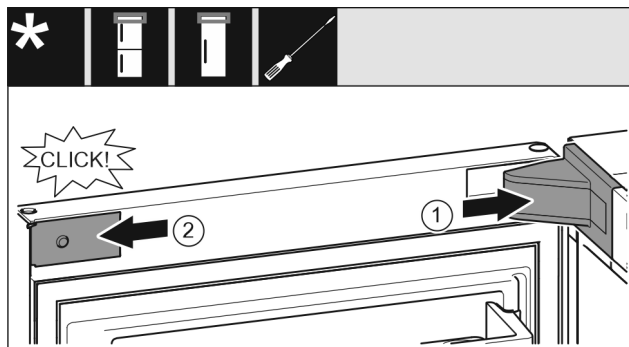

Fig. 24
- ▶ Τοποθετήστε και κουμπώστε το κάλυμμα του στηρίγματος Fig. 24 (1), ενδεχ. ξεκουμπώστε προσεκτικά.
- ▶ Εφαρμόστε στο πλάι το διακοσμητικό κάλυμμα Fig. 24 (2) και κουμπώστε το.